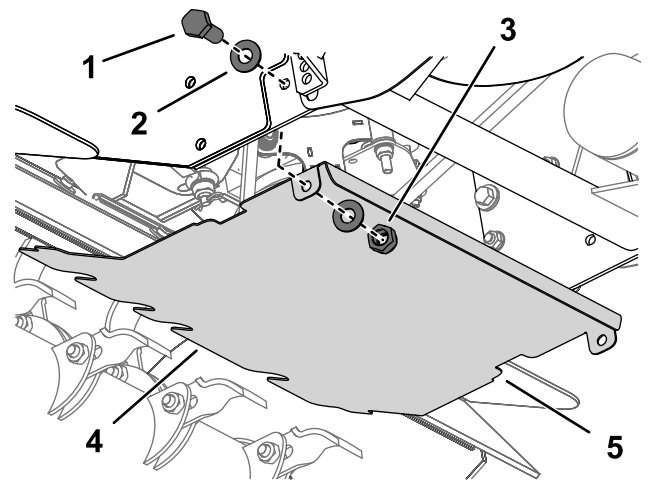

Bild 7
1. Befestigen Sie die drei Schutzstreifenabschnitte an der vorderen Kante der Schutzvorrichtung, um Vibrationen zu vermeiden (Bild 7).
- A. Entfernen Sie die mittlere Mutter, Schraube und Scheiben von der mittleren Befestigung am Mähwerk (Bild 7).
- B. Befestigen Sie die Schutzvorrichtung mit zwei Schrauben (M8 x 25 mm), vier Scheiben (M8-17) und zwei Sicherungsmuttern (M8) im unteren Loch am Motorrahmen der Zugmaschine (Bild 7).
- C. Befestigen Sie die Vorderseite der Schutzvorrichtung mit der vorher entfernten mittleren Schraube, Scheibe und Mutter am Mähwerk (Bild 7).